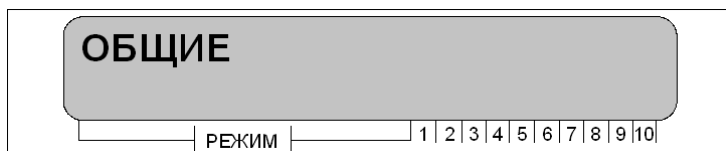

Рисунок 20 – Отображение первой программной страницы «Общие»
- нажатием клавиши «ВВОД» необходимо войти в пункт меню «Программа», на ЖК-дисплее клавиатуры отобразится первая программная страница «Общие», рисунок 20;